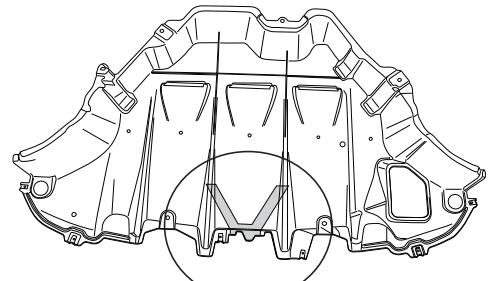

Fig. 3
13. Выпилить часть из пластмассового защитного колпака в середине снизу, как указано на рис. 3.